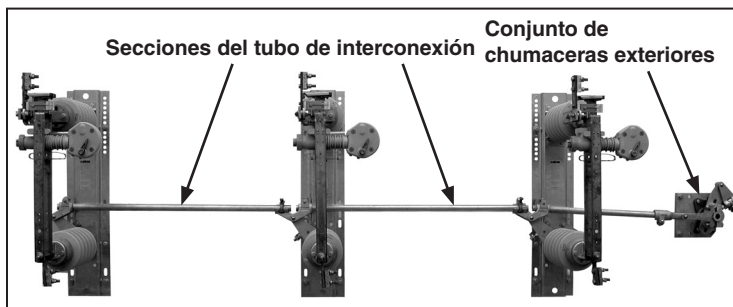

Figura 14. Tubo horizontal que conecta los polos del interruptor y la chumacera externa.
**PASO 11.** Instale las secciones de tubo horizontal que conectan los polos del interruptor, si es el caso, y el conjunto de la chumacera externa. Vea la Figura 14. Siga las instrucciones de “Instalación de los Acoplamientos de Tubo con Tornillos Perforantes de Sujeción” que está en la página 13.